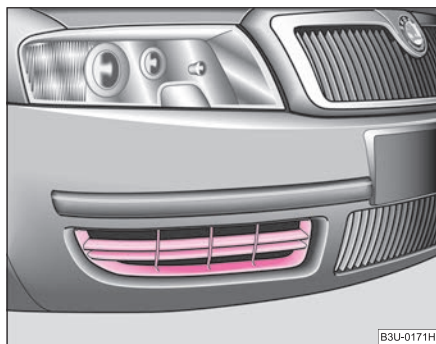

Abb. 200 Vorderer Stoßfänger: Schutzgitter der Abschleppöse
- Ziehen Sie vorsichtig das Schutzgitter ⇒ Abb. 200 im Stoßfängerbereich rechts ab. ■